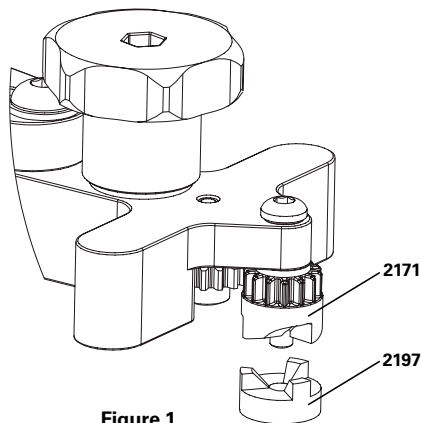
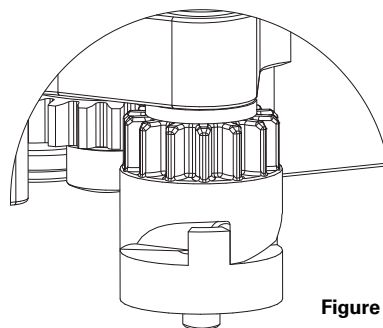

Figure 1
Figure 2
1. Prepare DT-5 or DT-5.2 for post mount or flat mount facing and move the arm assembly into place onto brake mount. Lift arm assembly and place 2197 under 2171 cutter (Figure 1), with diamond grinding surface oriented against the brake mount. The blades of the 2171 cutter will align with the back of the 2197 adaptor (Figure 2).
1. Préparer le DT-5 ou DT-5.2 pour un surfaçage post mount ou flat mount puis placer le bras de l'outil sur les plots de montage de freins. Relever le bras et placer le 2197 sous la fraise 2171 (Figure 1), avec la surface abrasive diamant orienté vers les plots de montage de freins. Les lames de la fraise 2171 s'aligneront avec l'arrière de l'adaptateur 2197 (Figure 2).
1. Bereiten Sie den DT-5 oder DT-5.2 für die Post-Mount- oder Flat-Mount-Befestigung vor und schieben Sie die Armbaugruppe auf die Bremshalterung. Heben Sie die Armbaugruppe an und legen Sie die 2197 unter die 2171-Fräse (Abbildung 1), wobei die Diamantschleiffläche gegen die Bremshalterung gerichtet sein muss. Die Klingen des 2171-Fräsers richten sich an der Rückseite des 2197-Adapters aus (Abbildung 2).